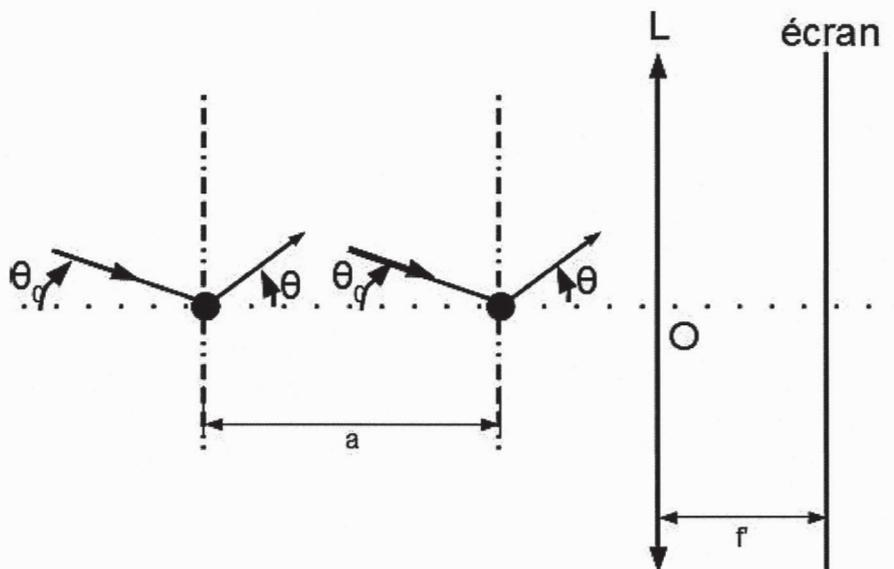

Figure B.8 :
Le traitement du faisceau électronique étant ondulatoire, nous allons étudier la figure obtenue comme s'il s'agit d'une figure d'interférences obtenues par un faisceau lumineux. On considère donc des ondes planes de longueur d'onde  $\lambda$  arrivant sur les atomes assimilable à des objets ponctuels diffractants. On se limite dans un premier temps à la diffraction par deux atomes de Gallium seulement. On considère deux rayons incidents sur ces deux objets et les deux rayons diffractés dans la direction  $\theta$  issu de ces deux rayons incidents (cf. Figure B.8).
**Q37.** Reprendre le schéma de la Figure B.8 et prolonger le tracé des deux rayons diffractés. En déduire que ces deux rayons vont interférer sur l'écran.